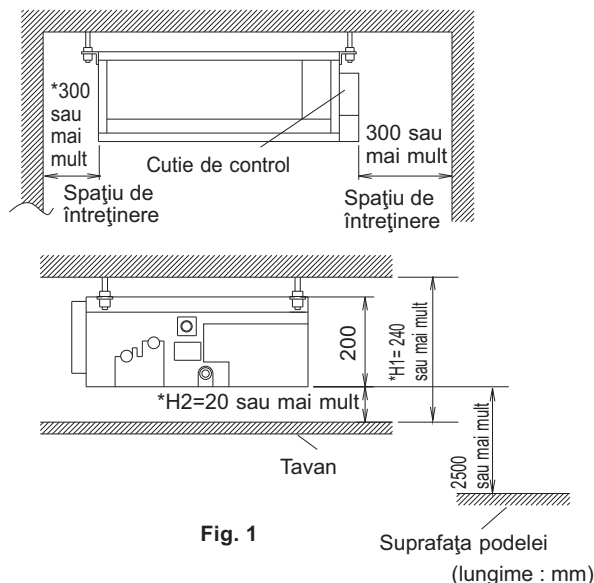

Fig. 1
(1) Alegeți cu aprobarea clientului un loc de instalare care să îndeplinească următoarele condiții.
- Unde se poate asigura un spațiu suficient pentru întreținere și reparații. (**Consultați Fig. 1**)